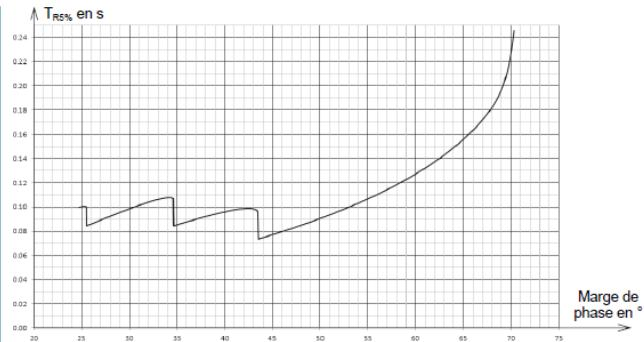

FIGURE 7 – Abaques de réglage en temporel de l'unité de pilotage corrigée avec retour tachymétrique
On donne (Figure 7), pour le système en boucle fermée et non perturbé (couple conducteur nul), les abaques du temps de réponse à 5% et du premier dépassement en réponse à un échelon d'angle  $\theta_{v\_ref}$ , en fonction de la marge de phase du système, réglé avec  $\beta = 1/6$ .
**Question 12** Donner par lecture des abaques (Figure 7), la valeur de la marge de phase la plus grande, permettant de satisfaire les deux critères de temps de réponse et de dépassement.